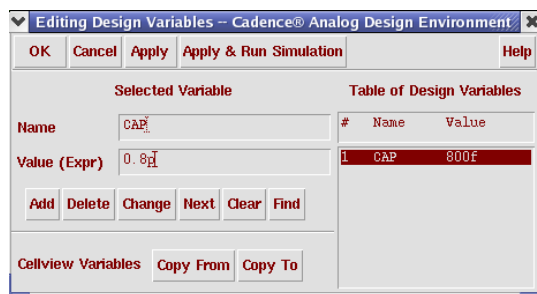

图 5.1 Edit Design Variables 窗口
- ① 在 Simulation 窗口（也即 ADE 窗口）中, 点击 Edit Variables 图标, 弹出 Edit Design Variables 窗口如图 5.1 所示。
② 点击 Edit Design Variables 窗口中的 Copy From 按钮，列出包括 CAP 在内的所有变量。
③ 发现变量 CAP:
④ 设置变量 CAP: